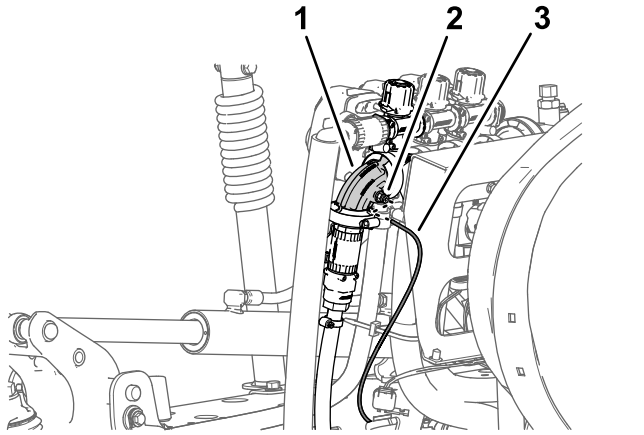

図 30
1. 右側ブーム用バルブの90°エルボに、チューブカップラのカラーを押し込む 図 30。
2. ダッシュボード用の水圧検知チューブを抜き出す 図 30。